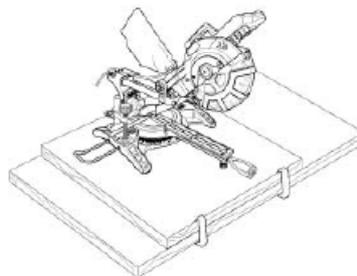

Fig. 13
- > Si vous le souhaitez, vous pouvez également monter l'appareil sur une pièce de contreplaqué (d'au moins 13 mm d'épaisseur) que vous pourrez ensuite fixer au plan de travail, puis démonter et déplacer vers un autre site de travail. (Fig. 13)